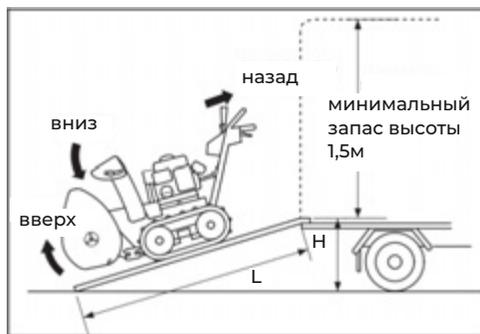

Рис. 41
3. Модели с гусеничным приводом: Переместите снегоуборщик по погрузочной рампе. (рис. 41)